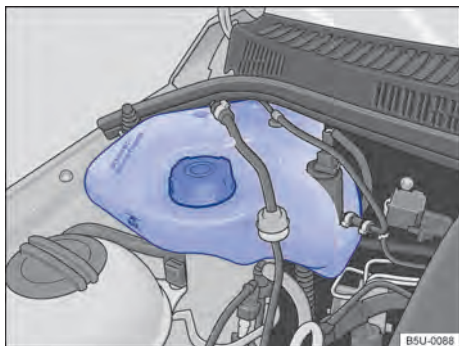

Fig. 178 No compartimento do motor: reservatório de gasolina para o sistema de partida a frio.
O reservatório de gasolina do sistema de partida a frio encontra-se no compartimento do motor, no lado direito → **Fig. 178**.
- Nunca ultrapassar a marca "MAX" indicada no reservatório → **Fig. 178**.